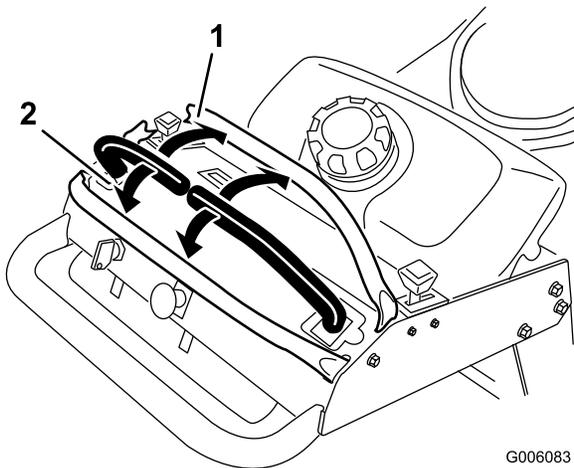

Figure 12
3. Pour vous déplacer en marche avant, poussez lentement les leviers de commande de déplacement vers l'avant (Figure 12).
Pour vous déplacer en ligne droite, appliquez une pression égale sur les deux leviers de déplacement (Figure 12).
Pour tourner, rapprochez du point mort le levier de commande correspondant à la direction que vous voulez prendre (Figure 12).
2. Pour vous déplacer en marche arrière, tirez lentement les leviers en arrière (Figure 12).
Pour tourner, relâchez le levier de commande correspondant à la direction que vous voulez prendre (Figure 12).